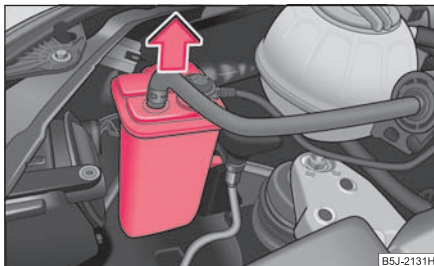

Fig. 208 Scoaterea rezervorului de cărbune activ
- La autovehiculele cu motor pe benzină, înainte de înlocuirea becurilor din farul dreapta față, scoateți rezervorul de cărbune activ ⇒ fig. 208.